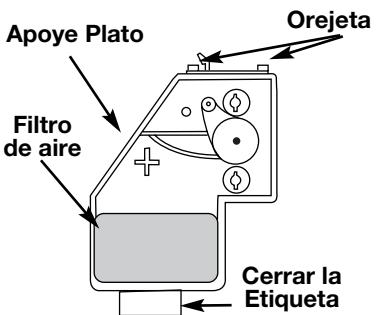

Fig. 30
- Instale de nuevo la tapa del filtro de aire. Haga coincidir las ranuras que hay en la parte superior de la tapa del filtro de aire con las lengüetas de la parte superior de la placa posterior (Fig. 30).
1. Apague el motor y espere que se enfrie. Retire los seis (6) tornillos de la parte posterior de la tapa del motor con destornillador de cabeza plana o Torx No. T-25 (Fig. 30).